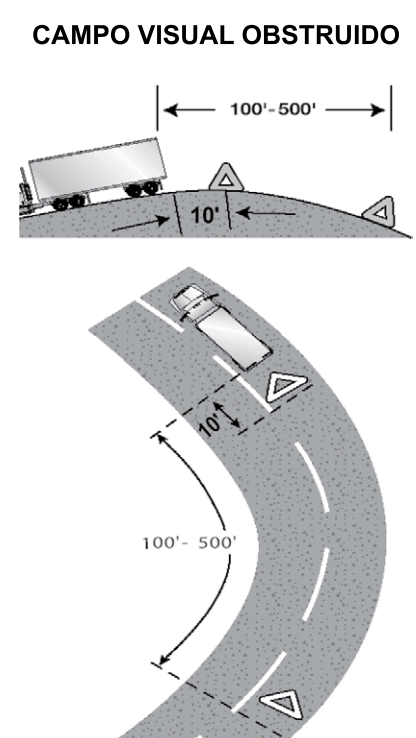

Figura 2.10
- Antes de llegar a cualquier colina, curva u otra cosa que impida que otros conductores puedan ver su vehículo a 500 pies. Si el camino no se ve más adelante porque está obstruido por una colina o curva, ponga el último triángulo aún más atrás para alertar con anticipación a los demás. Vea la Figura 2.10.